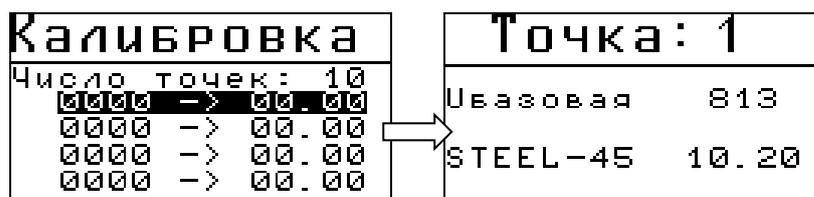

Рис.3-6 Калибровка первой точки шкалы
**Шаг 6.** Проведите калибровку по всем точкам (рис. 3-6). Для этого кнопками  выберите точку и нажмите . В следующем окне с надписью «Точка 1» укажите кнопками  (позиция цифры) и  (цифра) – точное значение меры на которой проводите калибровку. Затем установите преобразователь на данную меру, уложенную на основание и получив устойчивые значения **Убазовая** нажмите кнопку .
**Важно!** Для созданной таким образом пользовательской шкалы вариант калибровки, описанный в п. 2.3 недоступен. При нажатии кнопки  в пункте калибровка откроется окно аналогичное рис.3-6, дающее возможность пользователю полностью откорректировать все точки шкалы.